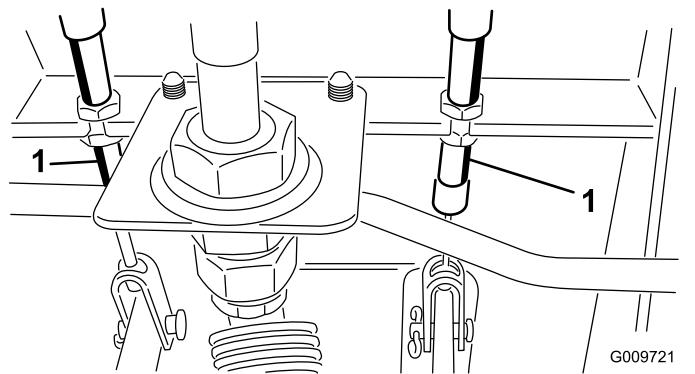

図 92
- A. ブレーキケーブル図 92 の端にある前ナットをゆるめる。